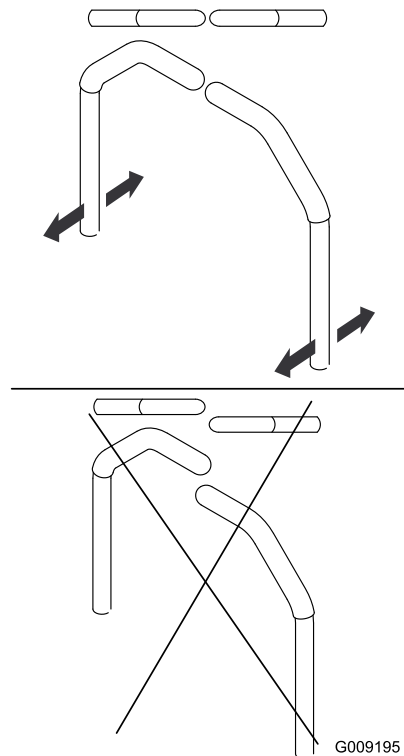

Figure 50
9. Réglez l'alignement avant/arrière des leviers en les plaçant simultanément à la position **POINT MORT**, puis faites-les coulisser jusqu'à ce qu'ils soient alignés et resserrez les boulons (**Figure 50**).